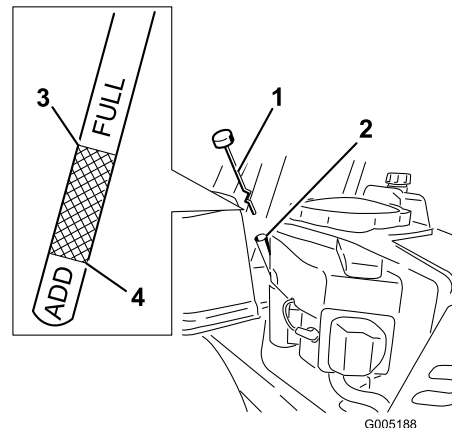

Figura 28
4. Desenrosque y retire la varilla de aceite; límpiela con un paño (Figura 28). Vuelva a introducir la varilla en el tubo y coloque el tapón sobre el tubo. No enrosque el tapón en el tubo.
5. Retire la varilla y compruebe el nivel de aceite. (Figura 28).
- Retire el tapón de llenado/varilla (Figura 28).
14. Vierta lentamente un 80% aproximadamente de la cantidad especificada de aceite por el tubo de llenado (Figura 28).
15. Coloque el tapón de llenado/varilla (Figura 28).
16. Compruebe el nivel de aceite (Figura 28); consulte Verificación del nivel de aceite.
18. Coloque la varilla y enrosque firmemente el tapón (Figura 28).